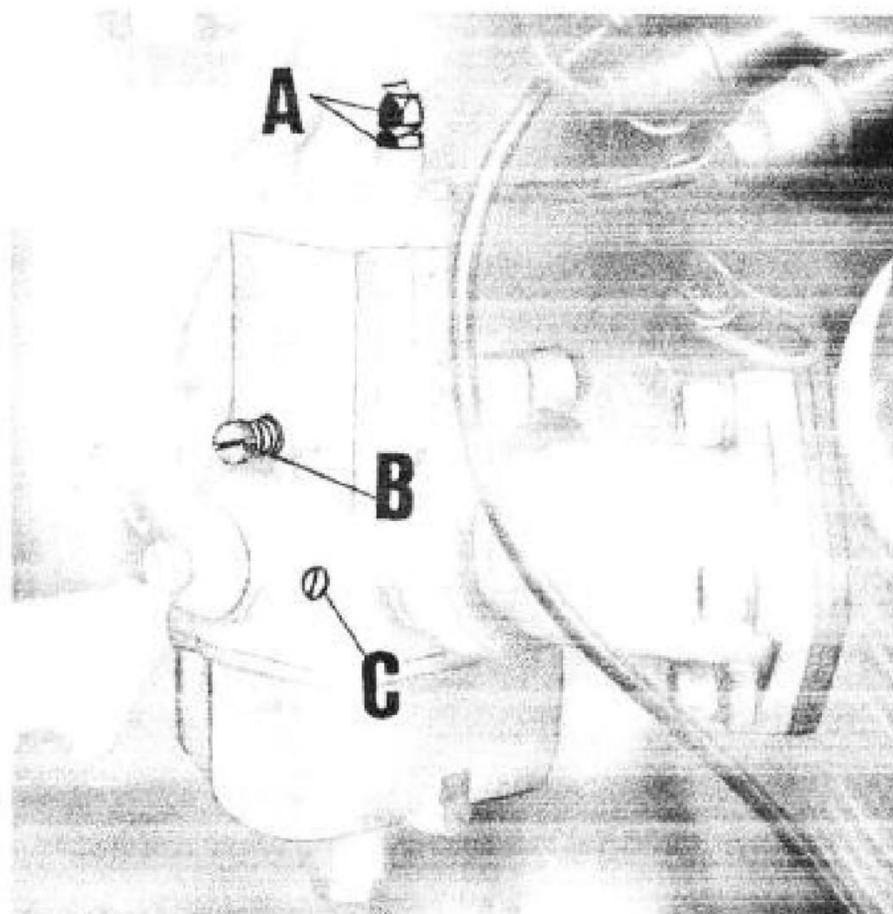

Fig. 78
- 2 - controllare la sincronizzazione delle valvole gas; questa operazione va eseguita con il contenitore filtro e manicotto di collegamento carburatori smontati; mentre si fa ruotare la manopola comando gas, con le dita a contatto delle valvole gas sui carburatori si dovrebbe individuare se le valvole aprono in uguale misura e nel medesimo istante: eventuali differenze di apertura vanno corrette agendo sulla vite tendifilo (vedere A di fig. 78) di un carburatore sino a che, ruotando la manopola gas, si constata la perfetta sincronizzazione di apertura delle valvole gas;
- 3 - regolare il minimo benzina agendo sulla vite C di fig. 78. Svitandola si aumenta l'afflusso
Con motore funzionante a circa 1000 ÷ 1100 giri, staccare la candela da un cilindro e agire sulla vite C di fig. 78 del carburatore del cilindro opposto svitandola o avvitandola in un campo limitato sin tanto che si raggiunge il punto di miglior rendimento e con un leggero aumento di giri.
- 4 - staccare il cavo candela dal cilindro destro, avviare il motore, ed accertarsi che spenga dopo quattro o cinque scoppi; se spegne prima, o dopo, agire sulla vite di regolazione minimo valvola gas (vedere di fig. 78) fino a che il motore si spe
entro detto numero di giri. Ripetere l'operazione sul cilindro destro staccando il cavo candela dal cilindro sinistro ed avviare il motore; se il cilindro destro è nella normalità il motore deve spegnersi entro quattro o cinque scoppi, altrimenti passare alla regolazione agendo sulla vite (vedere B di fig. 78) come sopra sino a che il motore si spenga entro il medesimo numero di scoppi; riattaccare quindi il cavo alla candela del cilindro sinistro;